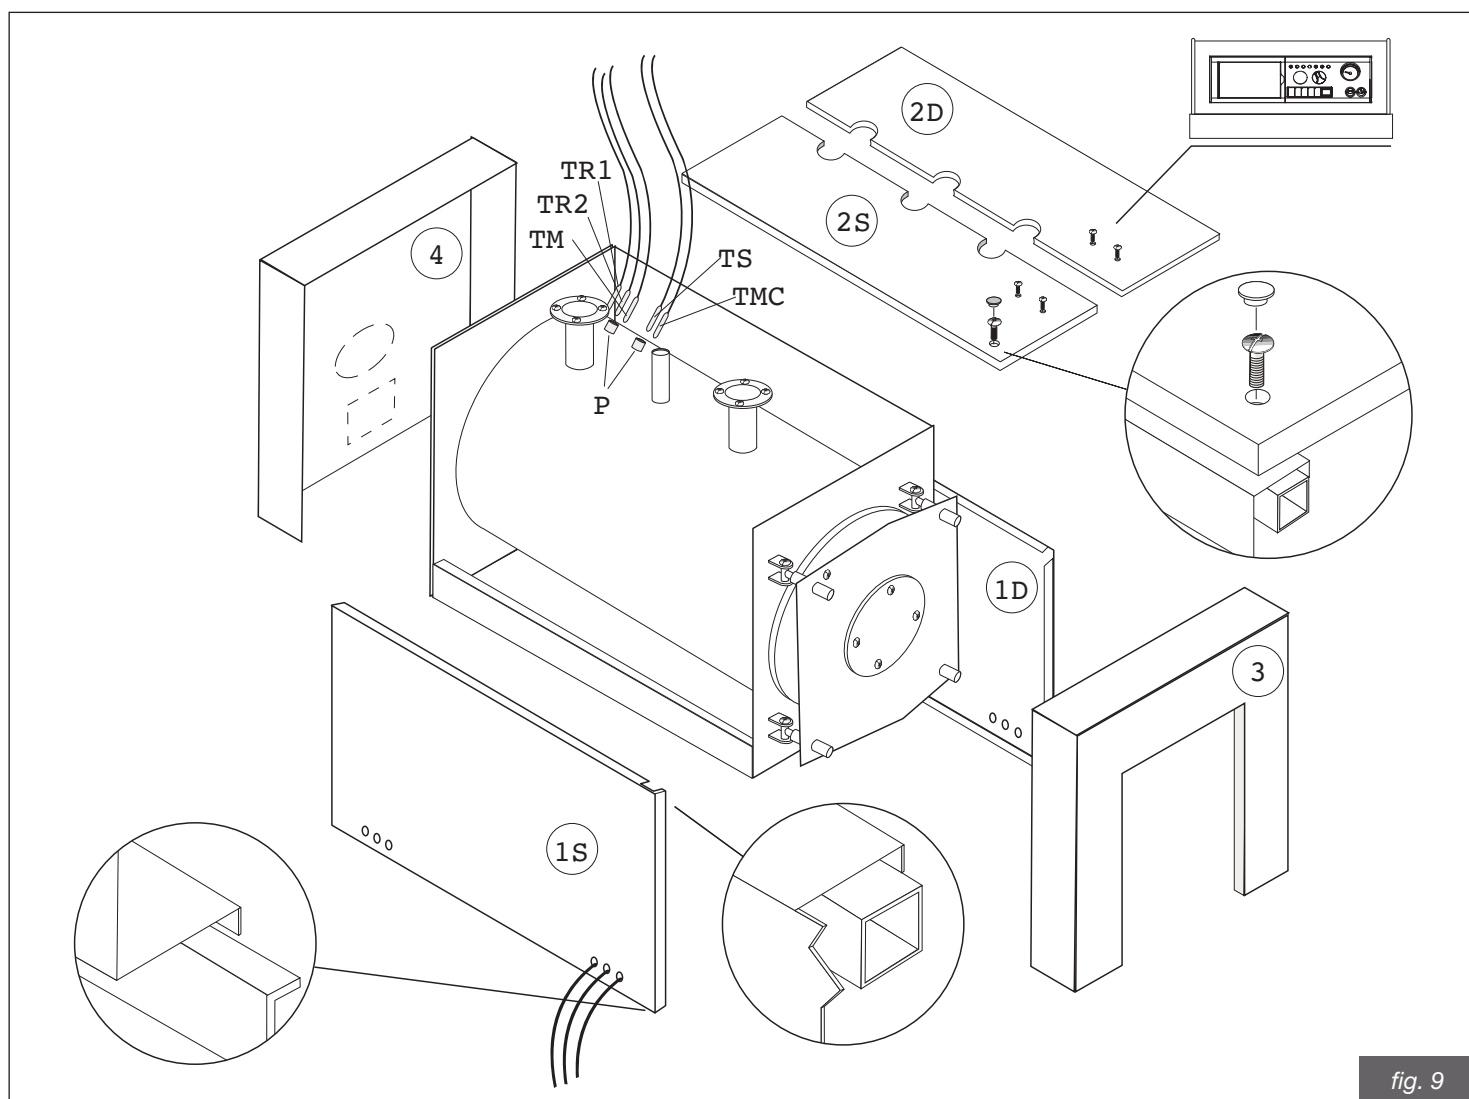

fig. 9
4.1. Rivestimenti caldaia con mantellatura a pannelli RODI DUAL - RODI DUAL HR 70 - 400 (Fig. 9)
- Avvolgere la lana di vetro sul corpo caldaia lasciando in vista i pozzetti porta bulbi (P) situati sul lato destro.